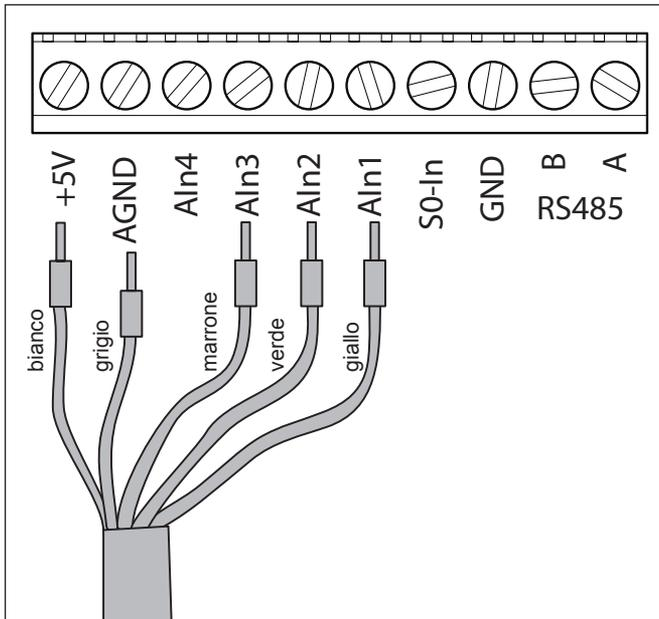

Fig. 5 Allacciare il cavo di collegamento del PIKO Sensor alle uscite analogiche del Comboard I
- ▶ Allacciare il cavo di collegamento alla morsettiera dell'inverter (vedere fig. 5).